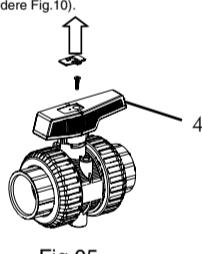

Fig.05
Per utilizzarla, estrarre il tappo superiore, facendo leva con un cacciavite. Smontare il dado ed estrarre la maniglia (4) tirando verso l'alto Fig.05.